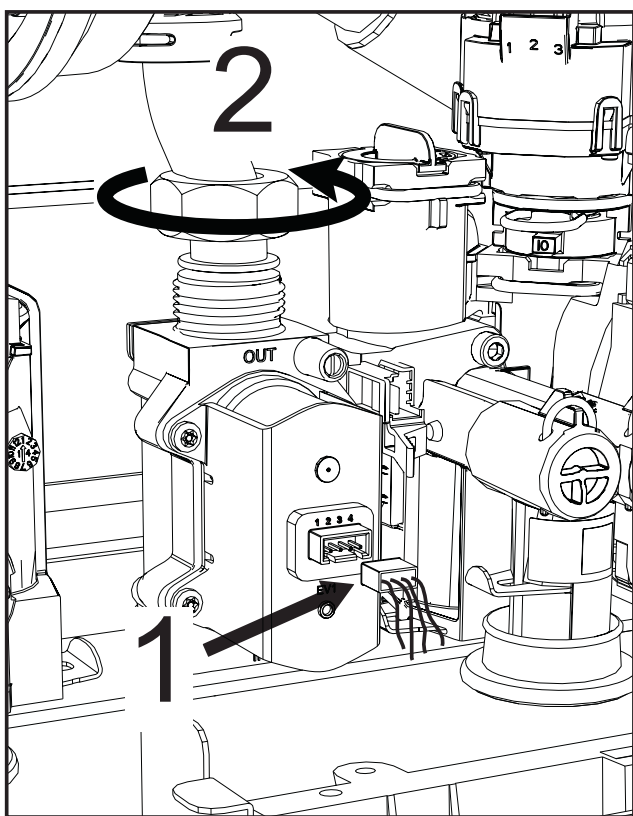

Рис. 43
- Отсоедините электрические разъемы «1» (рис.43).
- Отсоедините трубку подачи газа «2» (рис. 43).